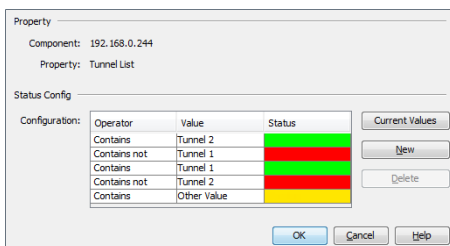

Figura 30: Configuración de estado para túneles TXCare
- ☐ Introduzca los valores tal y como se muestra en \(ver la figura 30\).